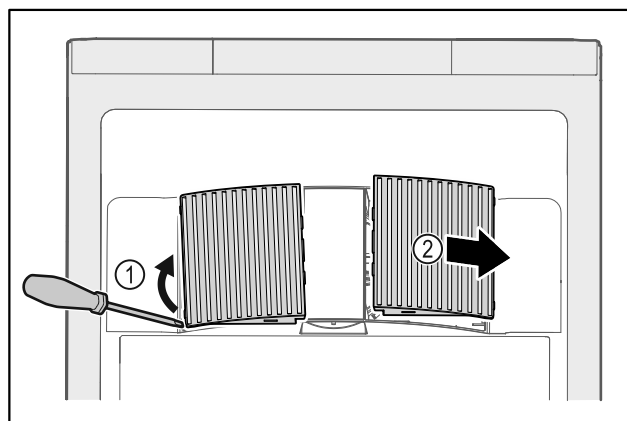

Fig. 145
- ▶ Extraire par un mouvement de levier les caches latéraux Fig. 145 (1) vers l'avant Fig. 145 (2).